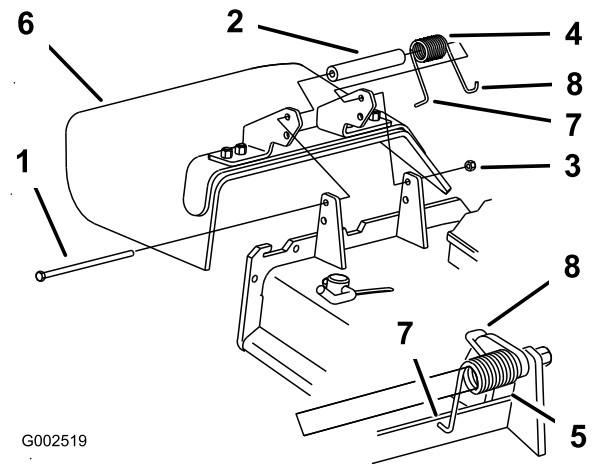

Figura 44
1. Retire a porca de bloqueio, o parafuso, a mola e a cunha que fixam o deflector aos apoios de articulação (Figura 44).
Nota: Certifique-se de que a extremidade em **L** de mola está montada por trás da extremidade da plataforma antes de colocar o parafuso como apresentado em Figura 44
5. Coloque a extremidade em gancho **J** da mola em torno do deflector de relva (Figura 44).